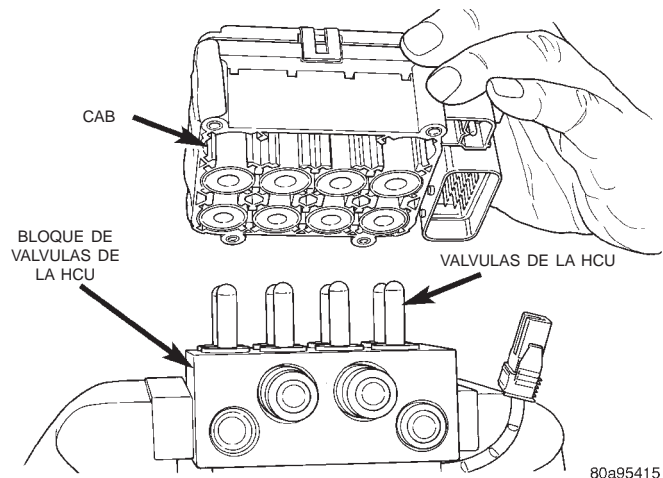

Fig. 35 Desmontaje/Instalación del CAB integrado del ABS en la sección Desmontaje e instalación de este grupo del manual de servicio.
(4) Retire el CAB de la HCU (Fig. 35).
(1) Instale el CAB (Fig. 35) en la HCU.